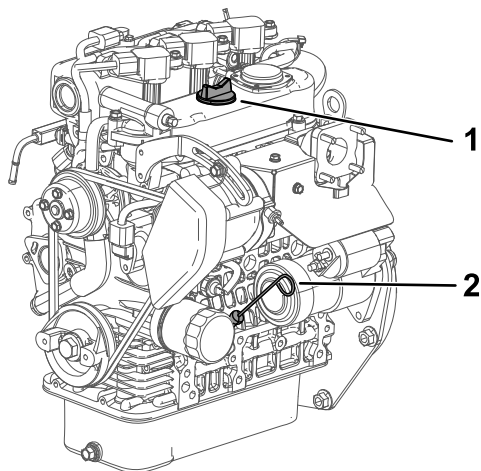

図 15
2. ディップスティックを抜ききれいなウェスで一度拭く 図 15。
3. ディップスティックを、チューブの根元までもう一度しっかりと差し込む 図 15。
4. ディップスティックをもう一度抜きとってオイルの量を点検する 図 15。
5. オイルの量が不足している場合は、補給口のキャップ 図 15 を取り、ディップスティックのFULL マークまで補給する。
6. ディップスティックをしっかりと差し込んで終了 図 15